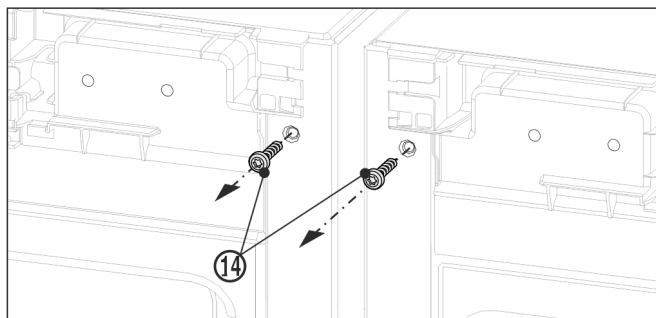

Fig. 12
- Skruva ut båda jordskruvarna Fig. 12 (14) innan du monterar den övre vinkeln.